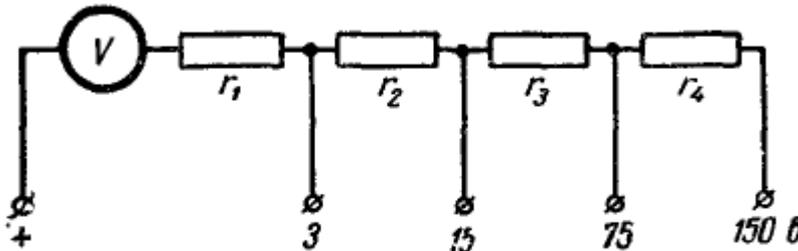

Рис. 56
8. Многопредельный вольтметр имеет четыре предела измерения: 3, 15, 75 и 150 в (рис. 56). Наибольший допустимый (номинальный) ток прибора 30 мА.